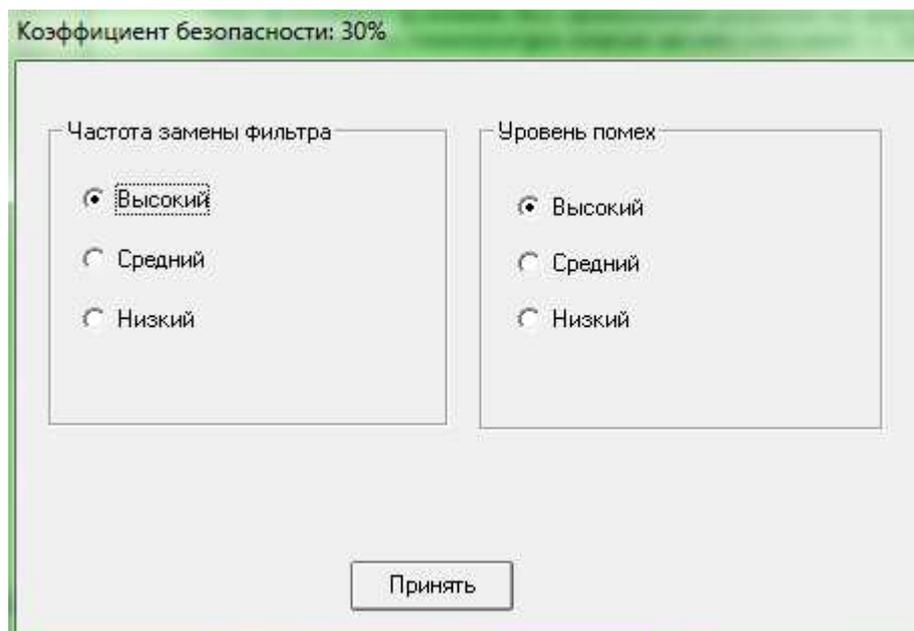

Рис. 20
1.	<p>Коэффициент безопасности Для расчета нажмите на кнопку Мастер и укажите Уровень замены фильтра и Уровень загрязненности воздуха (см. Рис. 20) или выберите значение коэффициента из выпадающего списка.</p>